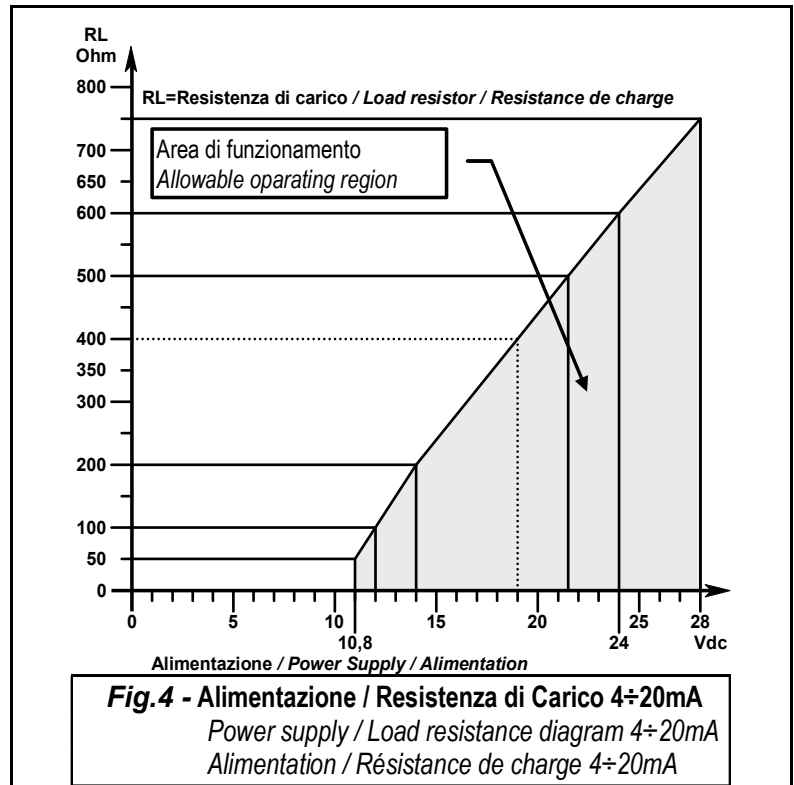

Fig. 4 - Alimentazione / Resistenza di Carico 4±20mA
NOTA: Dans le cas où l'on utilise également le signal de sortie en 4÷20 mA, il convient d'utiliser des câbles à écran à 3 conducteurs + les conducteurs pour les sorties relais. Si l'on utilise une alimentation 12Vcc la résistance maximale de charge (RL) sera de 50 Ω, si on utilise une alimentation 24Vcc la RL sera de 500 Ω (Fig.4).